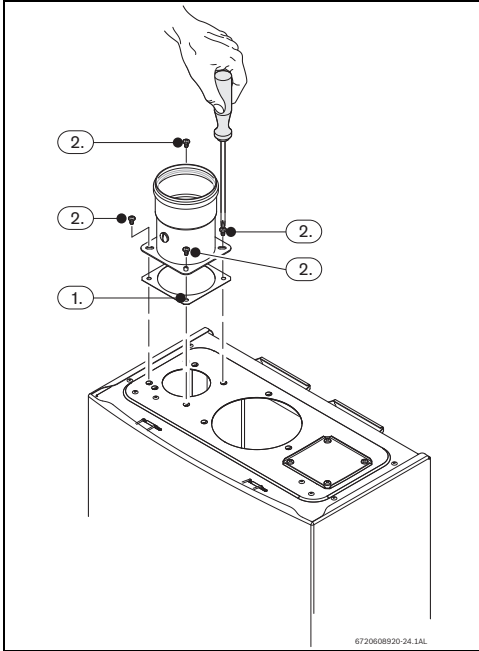

Fig. 25
- ▶ Colocar el vedante entre el aparato y el accesorio, consultar la Fig. 25 , pos. 1.
- ▶ Apretar los 4 tornillos del accesorio de admisión de aire, consultar la Fig. 25 , pos. 2.